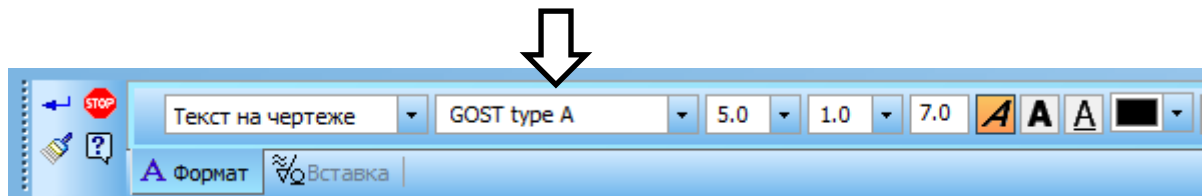

Рис. 4
4. По умолчанию, согласно правилам выполнения чертежей, для текста используется «ГОСТовский» шрифт, устанавливаемый на компьютер вместе с САПР «Компас»: **GOST type A**, и его название отображается в соответствующем поле панели свойств (рис. 4).